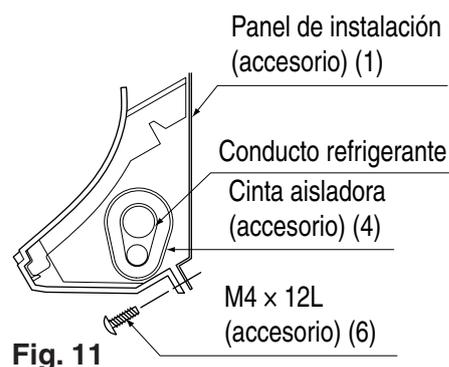

Fig. 11
- Asegure la unidad interior al panel de instalación (1) con los tornillos de fijación (6). (Refiérase a la Fig. 11)